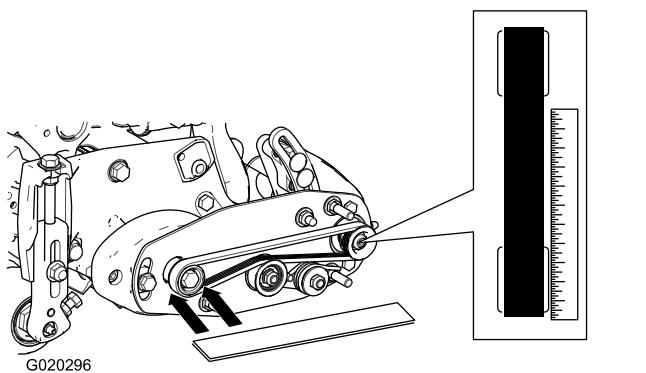
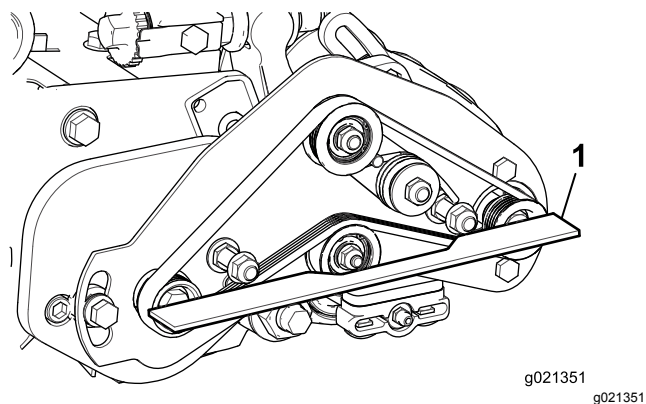

Figure 24
Figure 25
- Placez une règle le long de la face extérieure de la poulie **d'entraînement** (Figure 24 et Figure 25). Ne posez **pas** la règle en travers des poulies d'entraînement et menée.